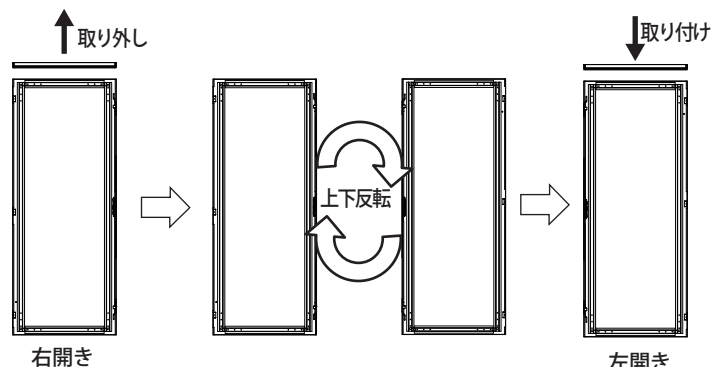

図 4
3. ドアを上下反転し、化粧カバー・化粧コーナーを取り外した際と逆の手順で取り付けてください。(図 4)